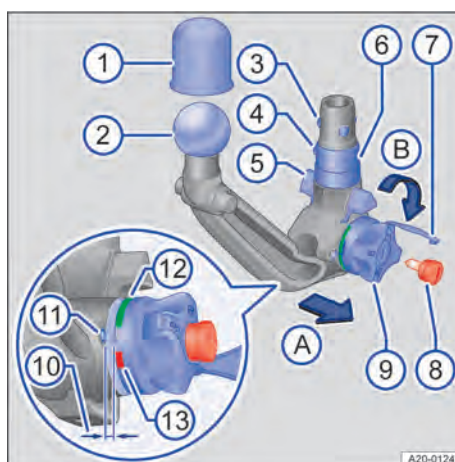

Fig. 161 Vue d'ensemble : Boule d'attelage amovible
4. Vérifiez que le logement, la molette → fig. 161 ⑨, la tige ⑥ et les billes de verrouillage ③ de la boule d'attelage sont propres et en bon état → ①. Nettoyez si nécessaire.
1. Saisissez la boule d'attelage sous la boule → fig. 161 ② à une main.
2. Retirez le cache → fig. 161 ⑦ de la serrure et insérez la clé ⑧ dans la serrure.
3. Faites tourner la clé → fig. 161 ⑧ dans le sens anti-horaire.
4. Tirez la molette → fig. 161 ⑨ dans le sens de la flèche A avec l'autre main et maintenez-la dans cette position → ▲.
5. Tournez la molette → fig. 161 ⑨ dans le sens de la flèche B jusqu'à ce qu'elle s'encliquette. La boule d'attelage est maintenant armée. Le repère rouge ⑬ de la molette doit être orienté vers le repère blanc ⑪ sur la boule d'attelage. La molette est visiblement en saillie par rapport à la boule d'attelage. Il y a un espace d'env. 4 mm ⑩.
6. Vérifiez que toutes les billes de verrouillage → fig. 161 ③ peuvent être complètement enfoncées dans la tige ⑥ de la boule d'attelage.
2. Appuyez vigoureusement sur la boule d'attelage vers le haut jusqu'à ce qu'elle s'enclenche. Les deux centreurs → fig. 161 ⑤ doivent s'engager dans leurs logements sur le véhicule.
3. La molette → fig. 161 ⑨ se trouve maintenant dans sa position initiale. Il n'y a plus d'espace entre la molette et la boule d'attelage.
4. Tournez la clé → fig. 161 ⑧ dans la molette dans le sens des aiguilles d'une montre et retirez-la.
5. Maintenant, il ne doit plus être possible de retirer la molette → fig. 161 ⑨.
6. Emmanchez le cache → fig. 161 ⑦ sur la serrure et placez la clé dans le bac de rangement.
1. Le repère rouge → fig. 161 ⑫ sur la molette est dirigé vers le repère blanc ⑪ de la boule d'attelage.
2. La molette → fig. 161 ⑨ doit être en contact avec la boule d'attelage et il ne doit y avoir aucun espace entre les deux pièces.
3. Secouez ou tirez vigoureusement la boule d'attelage → fig. 161 vers le bas. Elle doit rester bien fixée dans son logement → ▲.
4. La serrure doit être verrouillée et la clé → fig. 161 ⑧ retirée.
5. Le cache de serrure → fig. 161 ⑦ doit recouvrir la serrure de la molette.
- N'utilisez jamais le dispositif d'attelage si le plus petit diamètre de la boule → fig. 161 ② est inférieur à 49 mm (env. 1,9 po).